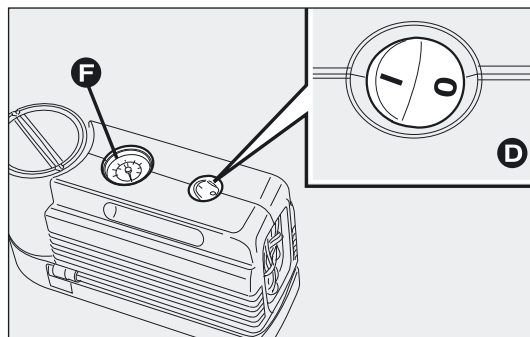
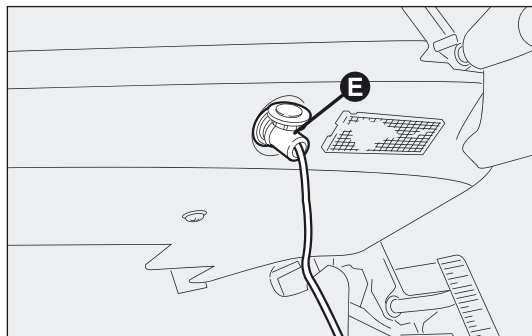

fig. 159
fig. 160
- ☐ controleer of de schakelaar D-fig. 159 van de compressor in stand 0 (uitgeschakeld) staat, start de motor, steek de stekker E-fig. 160 in de contactdoos en schakel de compressor in door de schakelaar D-fig. 159 in stand I (ingeschakeld) te zetten. Pomp de band op tot de juiste bandenspanning is bereikt (zie de paragraaf "Bandenspanning" in het hoofdstuk "Technische gegevens").
Controleer de bandenspanning op de manometer F-fig. 159. Voor een nauwkeurige aflezing moet de compressor worden uitgeschakeld;